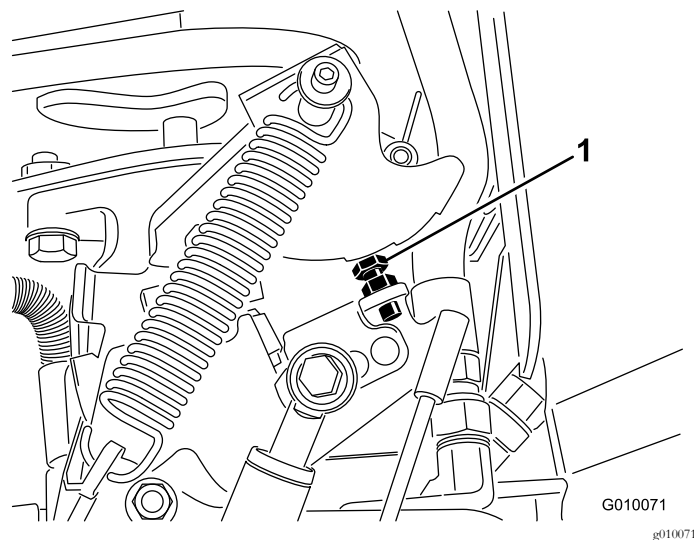

Figure 66
6. Si un réglage est nécessaire, vissez le boulon de butée de la pompe (Figure 66) pour le rapprocher de la plaque de butée et réduisez l'espacement des trous ou dévissez-le pour l'éloigner de la plaque de butée et augmenter l'espacement des trous.